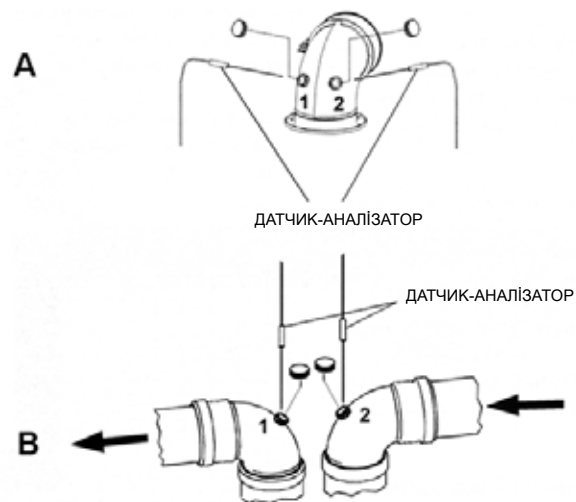

Рис. 16 Точки введення зондів при вимірюванні ККД
- виміряти температуру повітря через отвір 1 (див. відпов. (А) Рис. 16 Точки введення зондів при вимірюванні ККД , для котлів з закритою камерою згоряння з димохідом обладнаним пробовідбірниками).
- виміряти температуру димових газів і вміст CO2 через отвір 2 (див. відпов. (А) Рис. 16 Точки введення зондів при вимірюванні ККД , для котлів з закритою камерою згоряння з димохідом обладнаним пробовідбірниками).
- виміряти температуру повітря через отвір 2 (див. відпов. (В) Рис. 16 Точки введення зондів при вимірюванні ККД , для закритої камери згоряння з димохідом обладнаним пробовідбірниками).
- виміряти температуру димових газів і вміст CO2 через отвір 1 (див. відпов. (В) Рис. 16 Точки введення зондів при вимірюванні ККД , для котлів з закритою камерою згоряння з димохідом обладнаним пробовідбірниками).